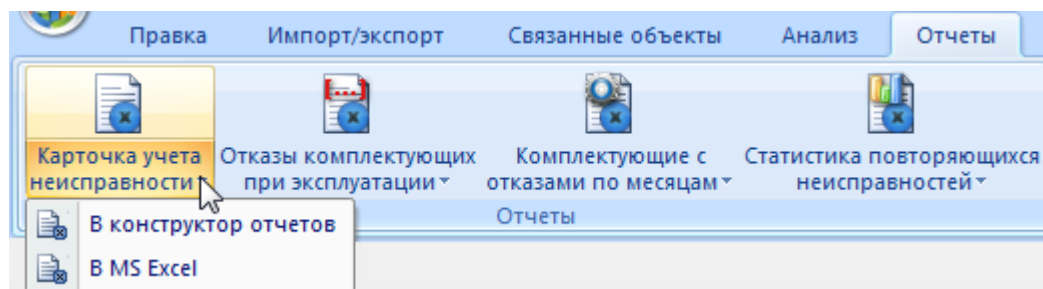

Рис. 13-326 – Вкладка «Отчеты»
- 3) Открыть вкладку «Отчеты» и выбрать отчет «Карточка учета неисправности» (рис. 13-326).
4) Нажать кнопку с наименованием отчета. При нажатии на верхнюю часть кнопки отчет сформируется и откроется в конструкторе отчетов. При нажатии на нижнюю часть кнопки открывается выпадающее меню с возможностью выбора вида отображения отчета – в конструкторе отчетов или в формате Excel. Выбрать необходимый пункт из меню, после этого открывается окно задания параметров отчета (рис. 13-326).